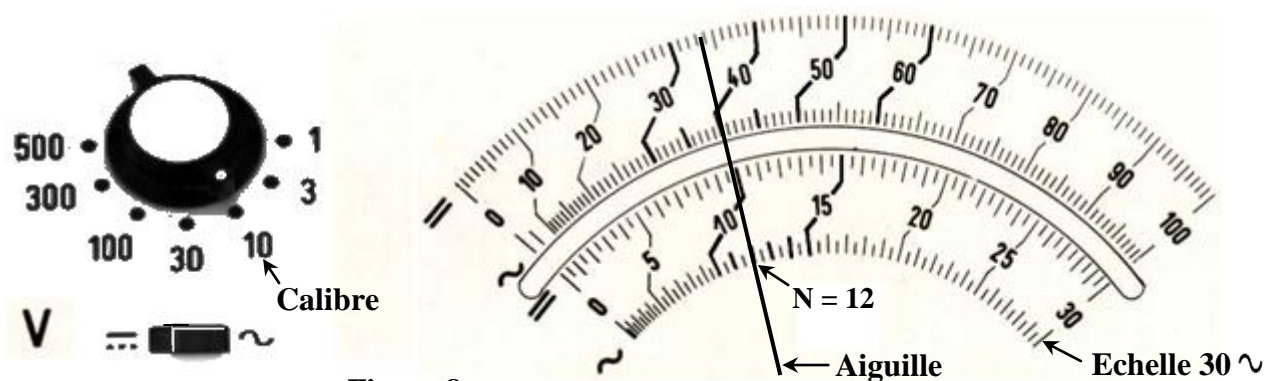

Figure 8
**Exemple** (figure 8) : pour une tension alternative, on a : **Calibre = 10 V**, **Echelle 30 (∞)**, **N = 12** graduations ; on a alors : **U = 4 V**.